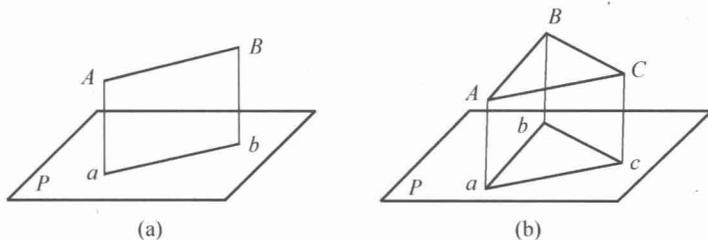

图1-13 正投影的真实性
4) 当直线或平面平行于投影面时, 直线的投影反映实长, 平面的投影反映实形。这个性质叫做正投影的真实性。如图1-13所示。